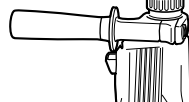

Fig. 18
- (2) Montar la espiga de la barrena tubular en el martillo giratorio. (Fig. 18)
- (3) Insertar el pasador central en la placa guía hasta que se pare.